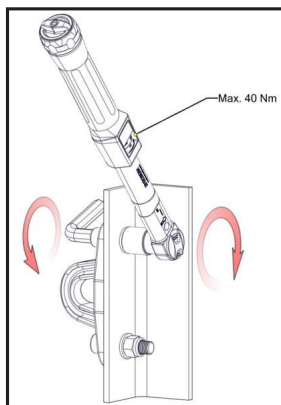

Fig. 6
* Para pernos de acero inoxidable (A2) y acero resistente a los ácidos (A4) – clase de resistencia no inferior a 70. Los pernos deben apretarse con una llave dinamométrica aplicando un par no superior a 40 Nm. Aumentando el torque puede dañar la estructura de aluminio del punto de anclaje PAF 150 o romperlo en caso de desnivel de superficie de contacto (Fig.6).